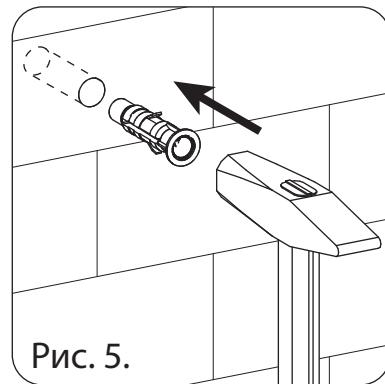
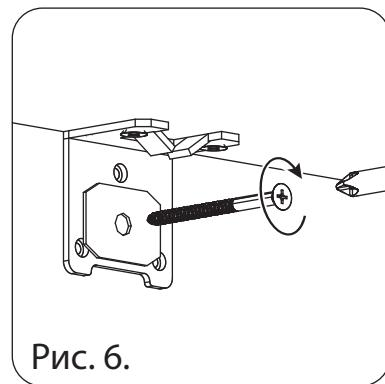

Рис. 5.
Рис. 6.
2. Прикрутите штангодержатель при помощи саморезов 3.5x16 в необходимом месте (см. рис. 2), предворительно ослабить стопорный винт (см. рис. 6).
4. Прикрутите штангодержатель при помощи саморезов 3.5x16 в необходимом месте (см. рис. 5), и зафиксируйте стопорные винты с 2-х сторон (см. рис. 6).
3. Сдвинув петлю, полностью освободите составный части (см. рис. 5).